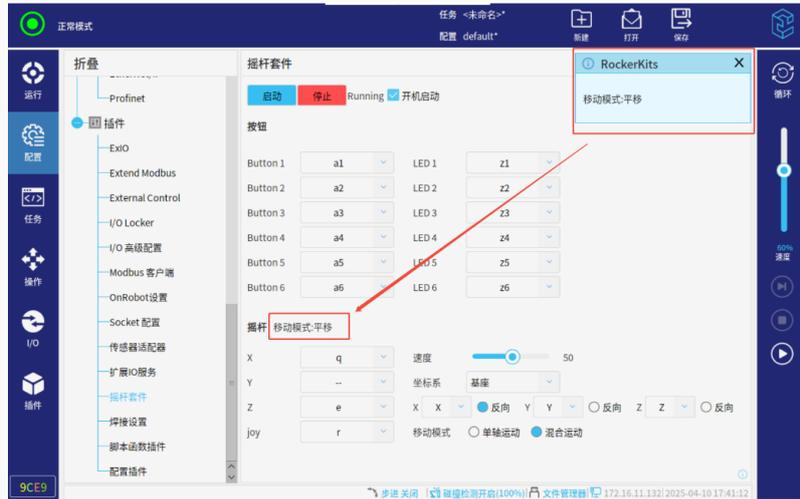

图 3-10: 切换模式
1. 按下摇杆中键，当前模式切换为平移/旋转，切换成功的提示如图 3-10所示。